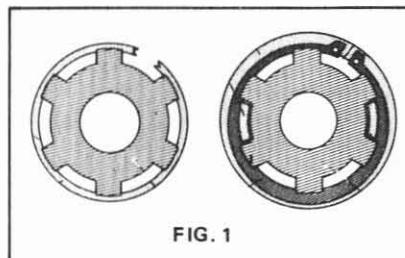

FIG. 1
- décollage facile des talons du pneu en faisant levier avec le manche (fig. 1).
Sur un arbre cannelé (fig. 1), l'ouverture du circlip doit être positionnée au-dessus du creux d'une cannelure.